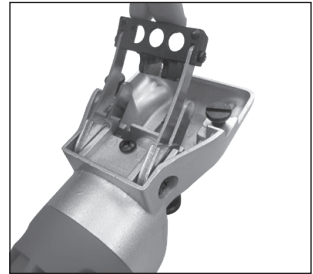

Fig. 6
3. Para sustituir los muelles oscilantes, levante el soporte de la cuchilla de la esquiladora y retire los tornillos de los muelles oscilantes (fig. 6).